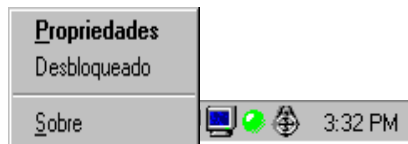

Figura 1-4 Menu da Detecção do ColorLock
1. Clique com o botão direito do mouse no ícone da Detecção do ColorLock localizado na barra de tarefas; em seguida, clique com o botão esquerdo em **Propriedades**, como mostrado na Figura 1-4.